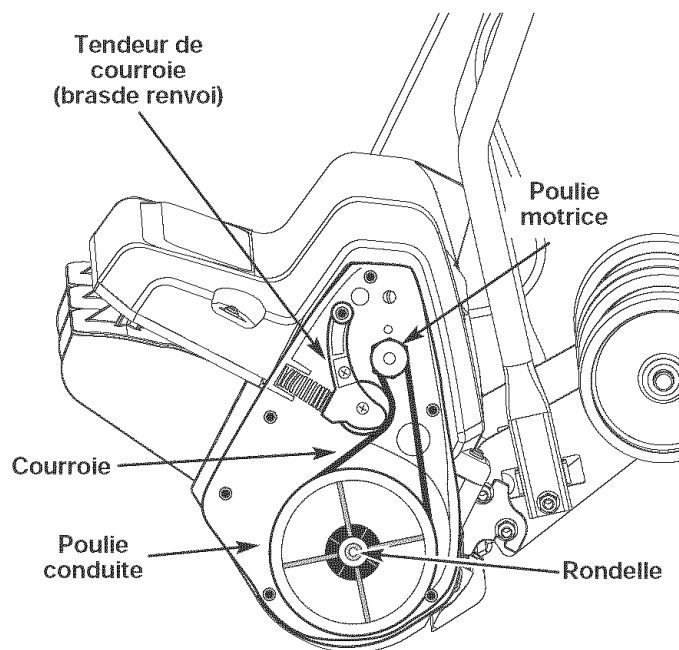

Fig. 10
3. Tirez le tendeur de courroie (bras de renvoi) pour l'écartier de la poulie motrice. Retirez la courroie endommagée ou cassée des poulies conduite et motrice qui se trouve à l'intérieur du boîtier. Mettez-la au rebut de manière responsable (Fig. 10).
4. Mettez en place la nouvelle courroie autour de la poulie motrice et de la poulie conduite (Fig. 10). Tirez le tendeur de courroie (bras de renvoi) en arrière pour enrouler la courroie autour de la poulie motrice.